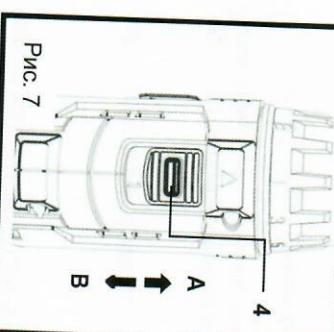

Рис. 7
- На рис.7:
1. Высокая скорость (2)
2. Низкая скорость (1)